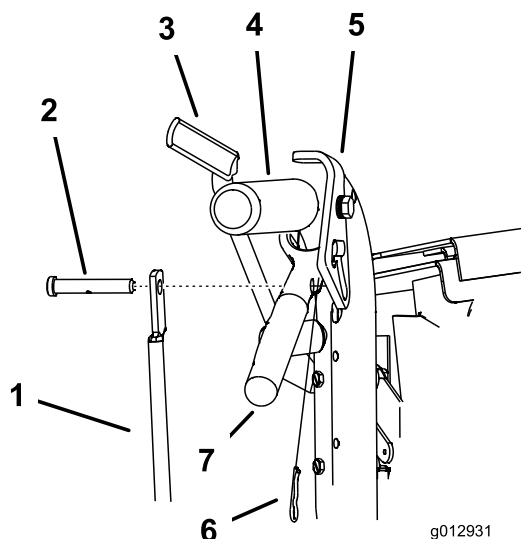

Figura 14
1. Retire los pasadores y los pasadores de seguridad de las palancas de avance y los cierres de bloqueo de punto muerto (Figura 14).
5. Ajuste la longitud de la varilla de control girando la varilla de control en el acoplamiento (Figura 14).
6. Instale un pasador de horquilla entre las palancas de avance y los cierres de bloqueo de punto muerto e introdúzcalo en los pasadores de seguridad (Figura 14).